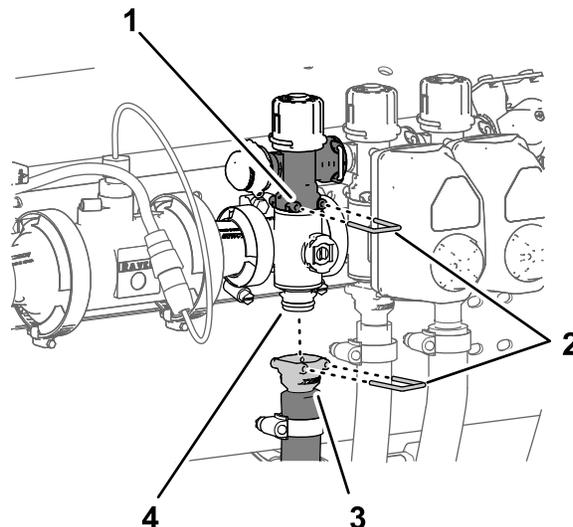

Figura 106
1. Retire o pino de ligação rápida que prende o acoplador de ligação rápida para a válvula de distribuição de seção à válvula do coletor da seção (Figura 106).
2. Retire o pino de ligação rápida que prende o acoplador de ligação rápida para o tubo de fornecimento de seção ao coletor para a união de ligação rápida da válvula do coletor da seção (Figura 106).